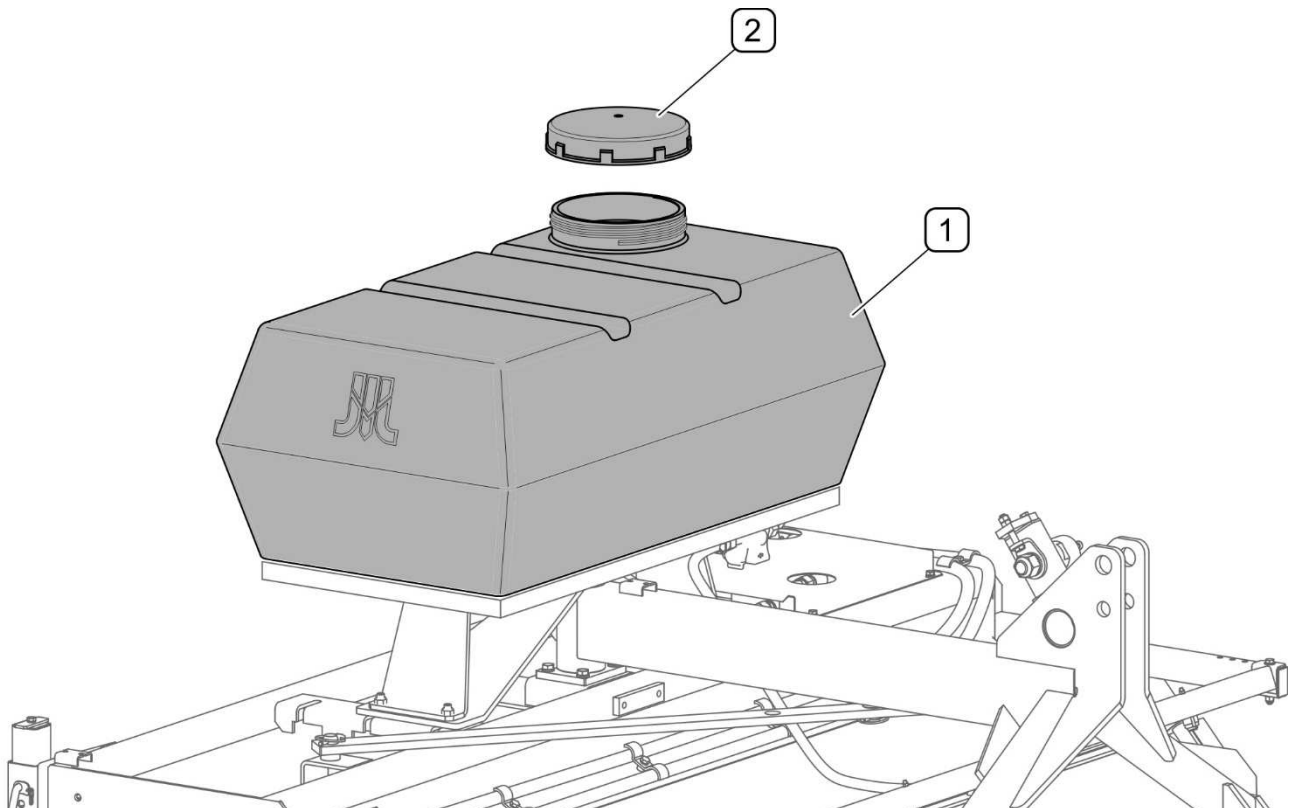

FIGURE 4.3 Réservoir d'eau du système d'arrosage
Le remplissage du réservoir d'eau (1) se fait par l'orifice de remplissage protégé par bouchon (2) avec l'évent (FIGURE 4.3). Dans le réservoir on peut verser 200 litres d'eau.